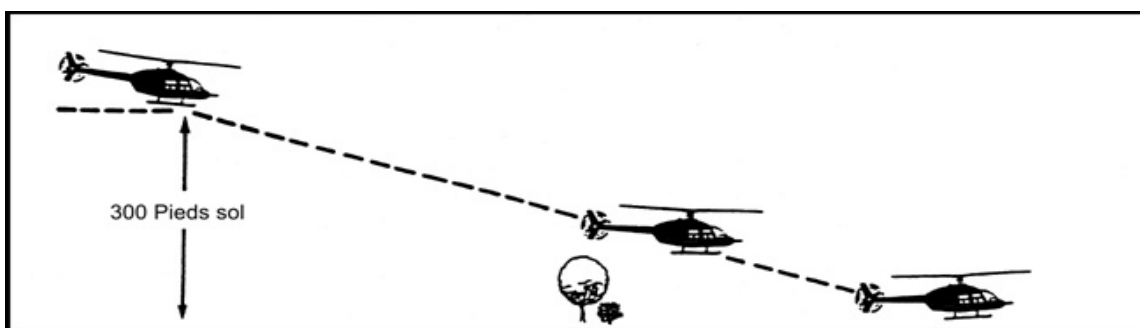

Figure 25-2 Approche unique
- 4) **L'approche.** Une fois que vous êtes satisfait que la zone est propice et que vous avez fait une approche de reconnaissance, faites un circuit pour amorcer votre approche à l'atterrissage. L'angle de l'approche ne doit pas être plus prononcé que nécessaire. Si c'est possible, vous devez pouvoir voir l'intérieur de la zone restreinte bien que cela ne soit pas toujours pratique. S'il existe plusieurs sortes d'approches, il n'y a que trois techniques fondamentales : l'angle simple, double et verticale. L'inclinaison de l'angle d'approche impose la technique à utiliser, l'angle simple exige la moindre puissance pour l'approche, la verticale exige la plus grande. (Figures 25-2, 25-3, 25-4)